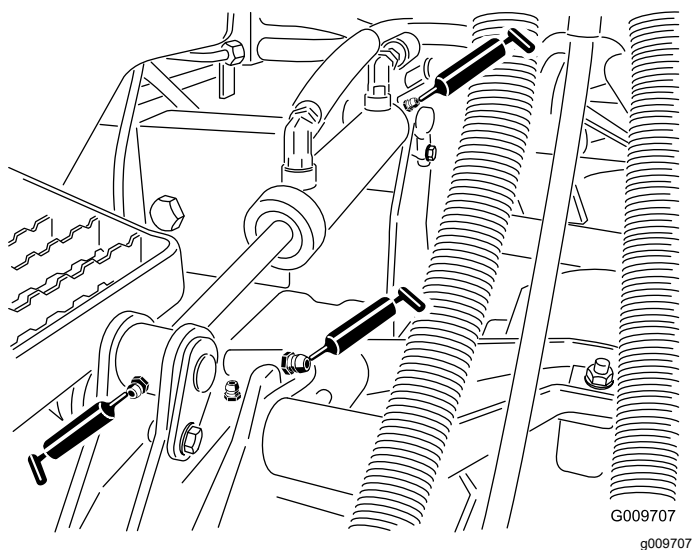

Figura 36
- Casquillos de brazo de elevación (1 por carcasa) tal y como se muestra en la Figura 36
- Casquillos de cilindro de elevación (2 por carcasa) tal y como se muestra en la Figura 36